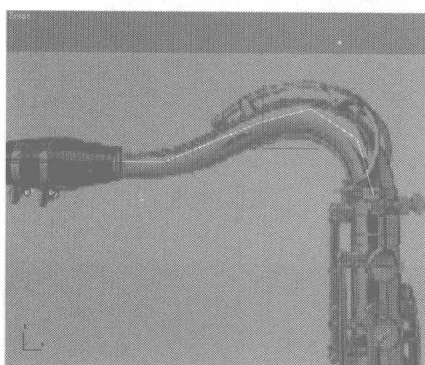
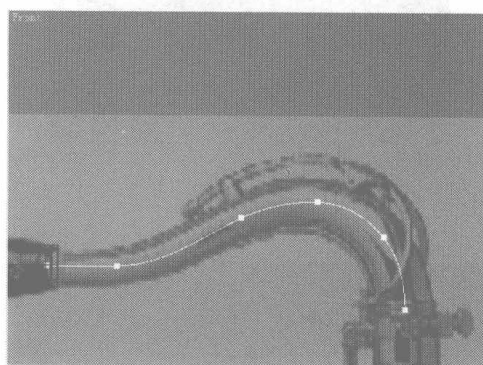

图 2.162
图 2.163
- 01** 我们将要用放映的方法来制作弯管的部分。在 创建面板的 区域, 选择 **Splines** 类型, 单击 **Line** 按钮, 在视图中创建一曲线模型, 如图 2.162 所示。选择曲线上的点, 单击右键, 在弹出的快捷菜单中选择 **Bezier** 选项, 将节点转换为贝塞尔点, 并调整到如图 2.163 所示的位置。